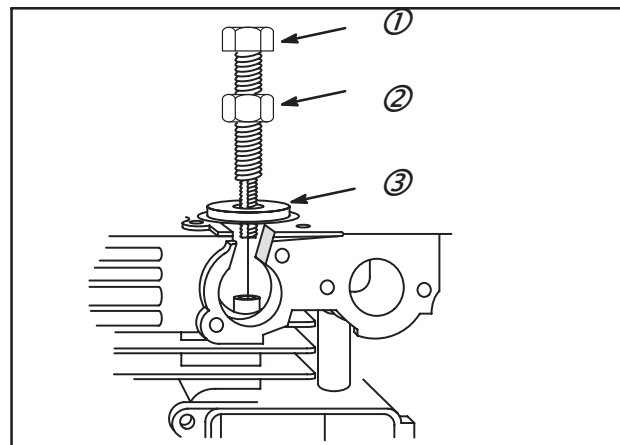

Fig. 12
4. Assembler l'écrou d'extracteur (2) **Réf. : 19272**, la vis d'extracteur (1) **Réf. : 19271** et la rondelle d'extracteur (3) **Réf. : 19270**, Fig. 12.
4. Assembler l'écrou **Réf. : 19239**, la vis **Réf. : 19238** et la rondelle d'extracteur **Réf. : 19240**, voir Fig. 12.
7. Maintenir la vis et tourner l'écrou contre la rondelle jusqu'à l'extraction du guide, Fig. 12.